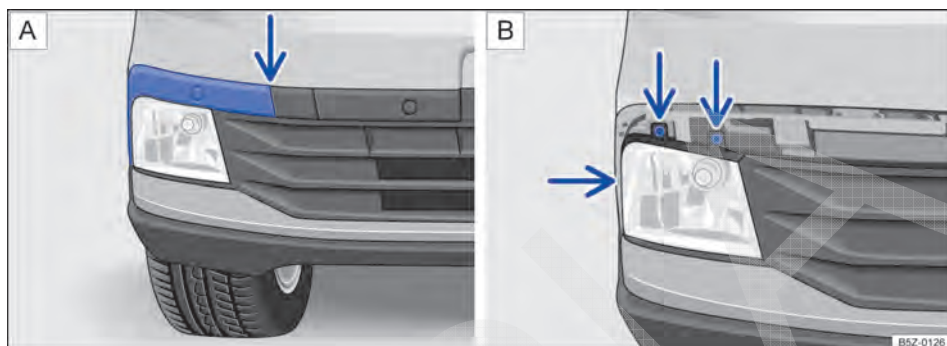

Fig. 176 No para-choque dianteiro: **A**) desinstalar a moldura do farol de neblina e **B**) retirar os parafusos do farol de neblina.
Desencaixar a moldura, cuidadosamente → ⌚, primeiramente pelo local indicado pela seta → Fig. 176 A. Remover completamente para acessar os parafusos do farol de neblina.
4. Retirar os parafusos indicados pelas setas → Fig. 176 B.
14. Recolocar os parafusos indicados pelas setas → Fig. 176 B para fixar o farol de neblina.
15. Recolocar a moldura da esquerda para a direita → Fig. 176 A.